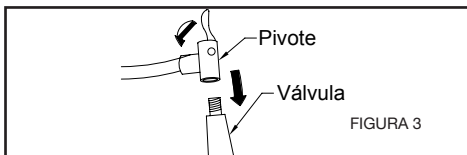

FIGURA 3
1. Coloque el pivote de la manguera en la válvula del dispositivo que vaya a inflar y cierre la palanca (Ver figura 3).